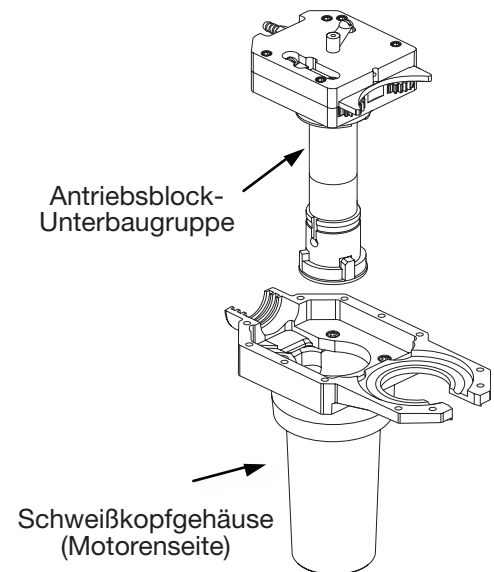

Abbildung 28 Entfernen der Antriebsblock-Unterbaugruppe
9. Überprüfen Sie den Schleifkontakt. Siehe Abbildung 28.